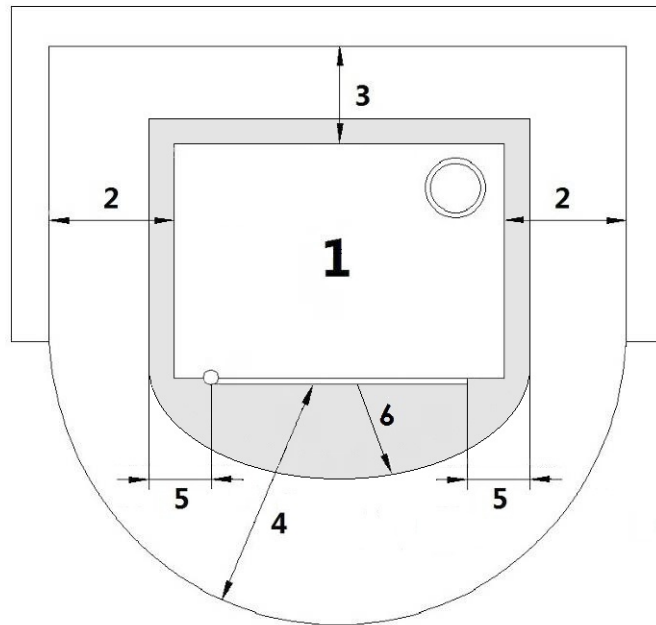

Fig. 13 - Installation générale
LÉGENDE Fig. 13 à page 36
- Il est obligatoire d'installer le poêle éloigné des murs et/ou meubles, avec un écart minimum de 300 mm aux côtes, de 300 mm derrière, afin de permettre un refroidissement efficace de l'appareil et une bonne distribution de la chaleur dans l'ambiance (voir **Fig. 13 à page 36**).
- Dans les normes de sécurité de feu il faut respecter les distances des objets inflammables ou sensibles à la chaleur (canapés, meubles, revêtements en bois etc...) selon **Fig. 13 à page 36**.
- Si les murs sont en matériel inflammable, contrôler les distances de sécurité (voir **Fig. 13 à page 36**).